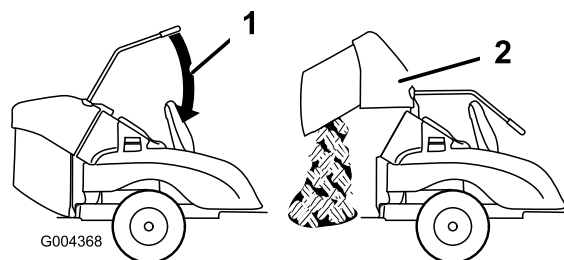

Figura 17
3. Sollevate il cesto di raccolta prolungando la leva DFS e abbassandola (Figura 17).